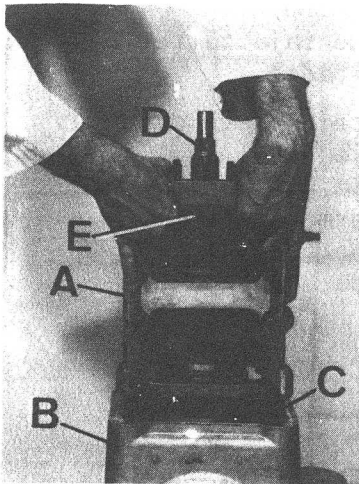

Fig. C1-106 Montaje cárter caja de velocidades
- 2.4. Presentar el cárter, A (Fig. C1-106) caja de velocidades sobre el cárter de embrague, B, manteniendo posicionado la arandela axial y el engranaje de 1a velocidad y se irá introduciendo lentamente, de forma que los espárragos, C, de fijación, penetren en los orificios del cárter de embrague y el engranaje de 1a velocidad junto con la arandela axial, se introduzcan sin dificultad en el eje principal, D.